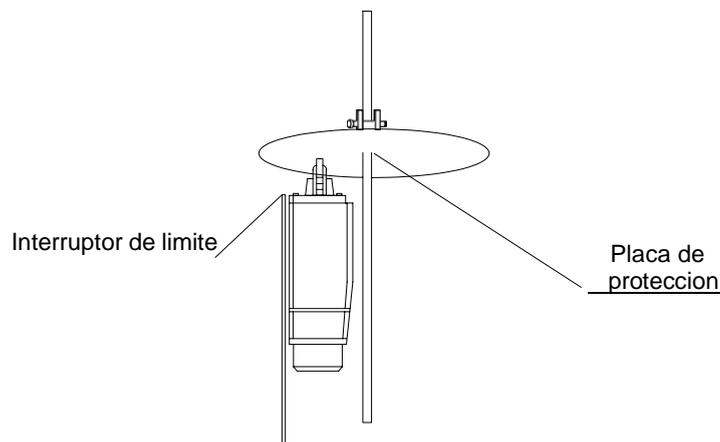

Figura 17 Instalacion de la placa de proteccion
5.4.5 Instalación de la placa de protección: Ancle la placa de protección como se muestra en las siguientes imágenes. (Ver Figura 17)